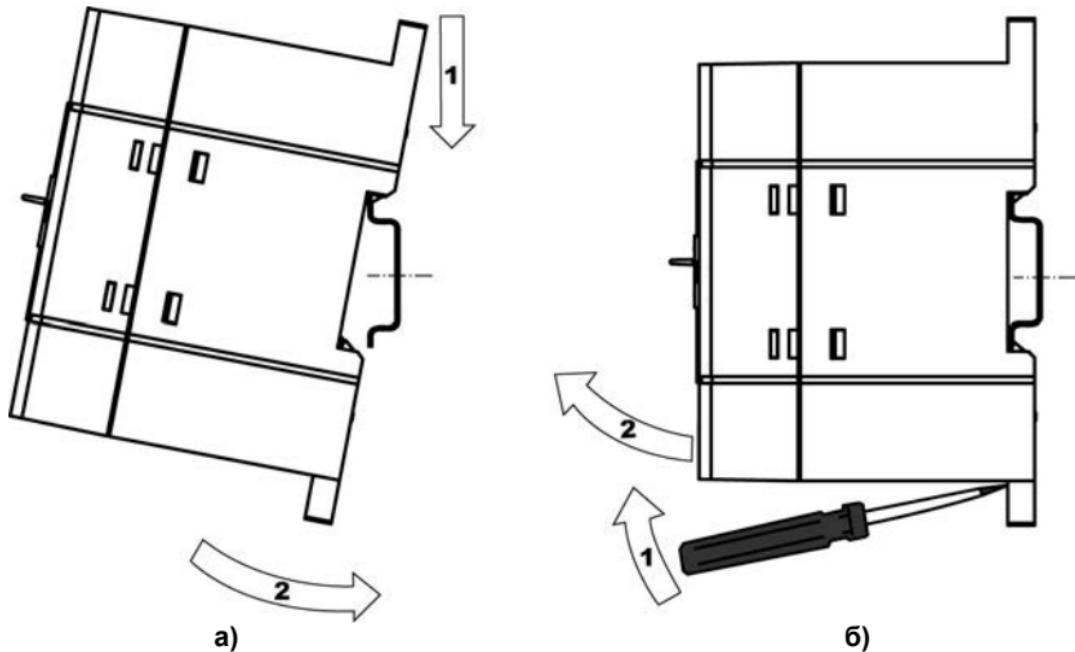

Рисунок 6.1 – Монтаж контроллера с креплением на DIN-рейку
- снять контроллер с DIN-рейки (см. рисунок 6.1б);
4 Для демонтажа контроллера с DIN-рейки, в проушину защелки вставляется острое отвертка (см. рисунок 6.1б), и защелка отжимается по стрелке 1, после чего контроллер отводится от DIN-рейки по стрелке 2. При демонтаже прибора обе защелки необходимо отжимать одновременно.